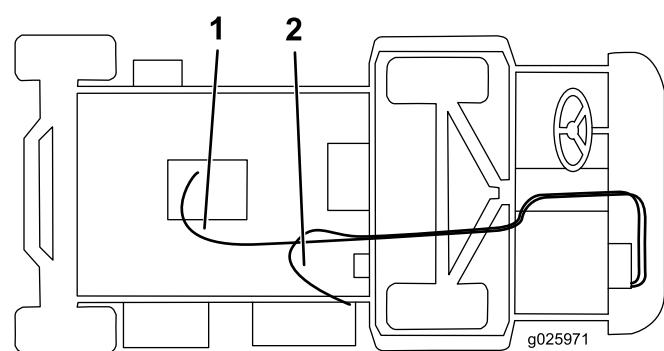

図 9
3. ホースクランプを使ってヒーターバルブに長いホースを接続し、このホースを車体下部からアクスルの上を通し、ストレートフィッティングまで引き込む図9。
3. ホースクランプを使って、短いホースを補給口へ接続し、このホースをヒーターブラケットのR-クランプに通し、下ラジエターホースの字フィッティングにクランプで固定する図9。